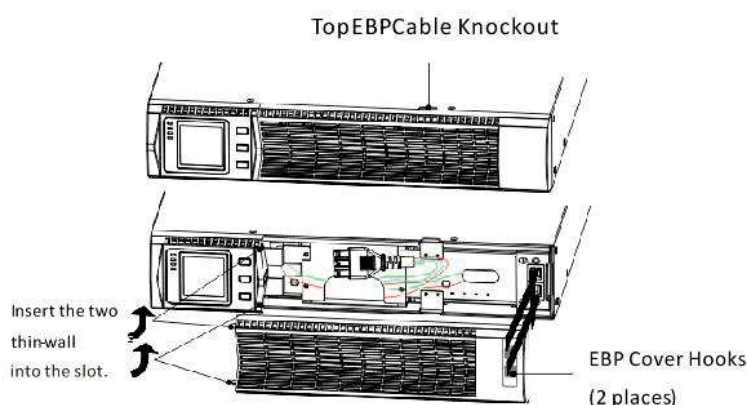

FIG.10
1. Rimuovere la copertura frontale di ciascun EBP e UPS (vedi FIG. 10).